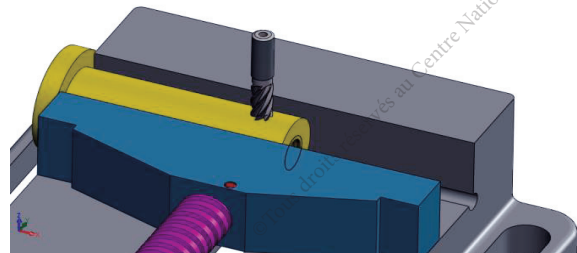

Fig.2
- Tangenter la fraise en mouvement avec la surface  $S_2$  (figure ci-contre et figure 2).